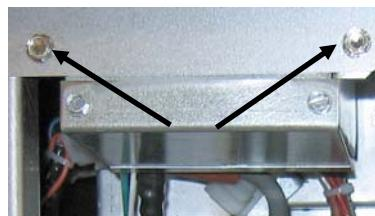

図 6
3. モジュールアッセンブリをフレームに固定していた上部2本のネジを緩めます(図6参照)。